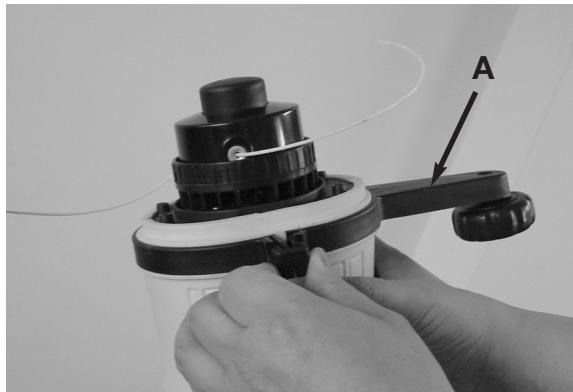

Fig. 1
1. Placez la roue du guide de bordure (A) sur l'avant du logement moteur ainsi qu'ilustré dans la Fig. 1.